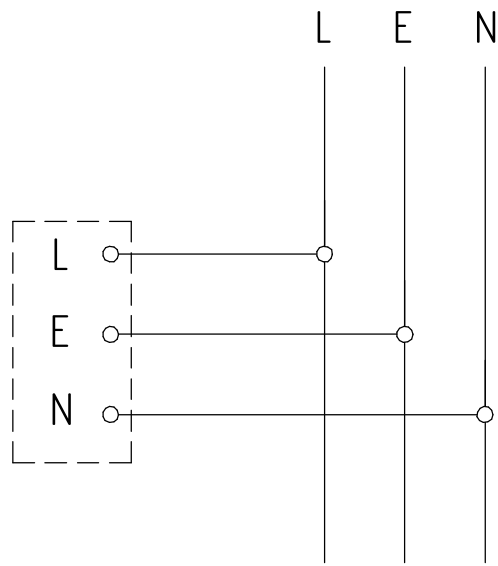

Рисунок 3 - Схема подключения к сети светильника ДПО28.
5.4 Подключите провода согласно схемы (рисунок 3).